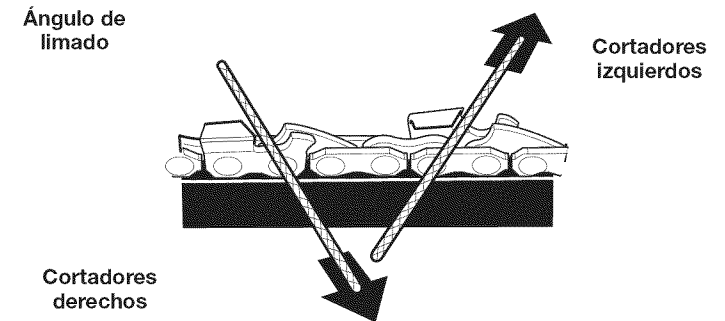

Fig. 34
- Lime hacia el ángulo delantero del cortador (Fig. 34). Levante la lima del cortador en el extremo del recorrido hacia adelante. Lime únicamente en el recorrido hacia adelante.
- Lime todos los cortadores izquierdos en una dirección (Fig. 34). Después lleve la lima al otro lado de la cadena y lime todos los cortadores del lado derecho en la dirección opuesta (Fig. 34).